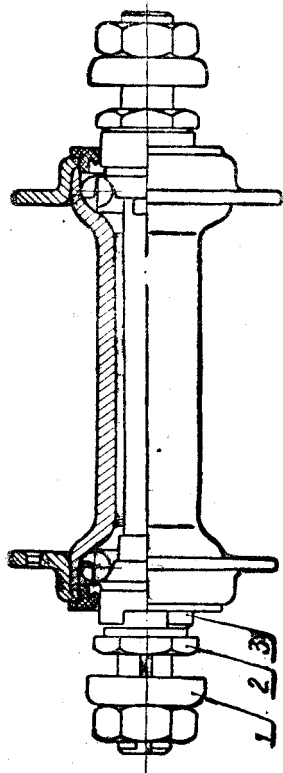

Рис. 4
Переднее колесо. Регулировка втулки переднего колеса производится путем подтягивания или ослабления конуса (3), имеющего лыски под ключ (рис. 4).